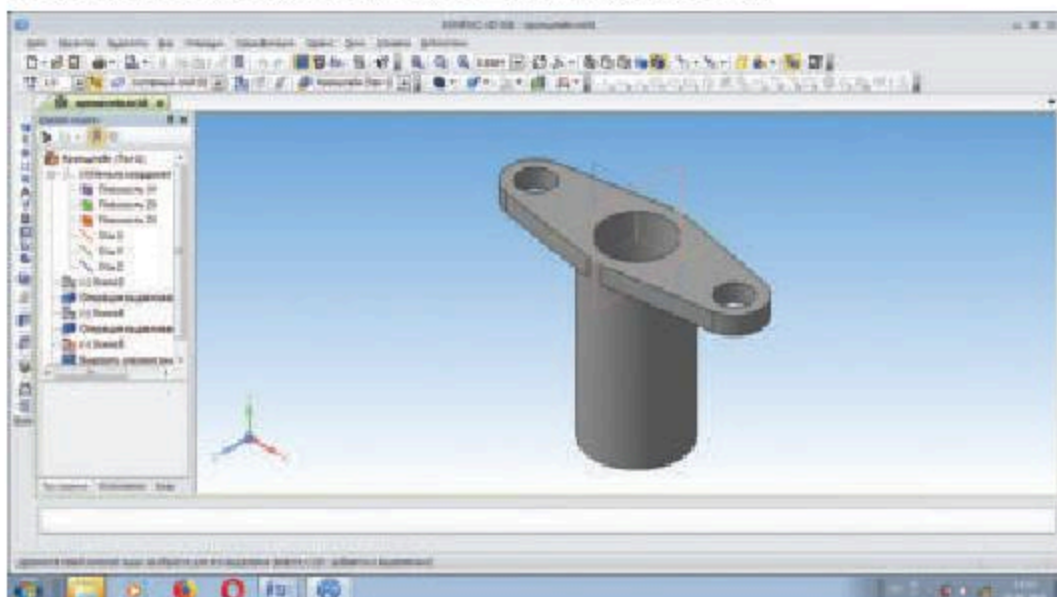

Рис. 16.9
2. Теперь на основание кронштейна помещаем полый цилиндр с полостью (при назначении его высоты в качестве параметра **расстояние** вместо 10 вводим 84 (этот размер следует чертить в обратном направлении, т. е. дать команду **Обратное направление**). Тогда получается изометрическая проекция кронштейна (рис. 16.9).